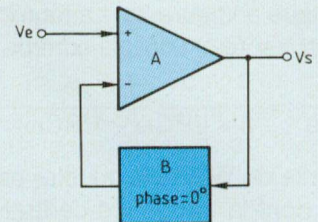
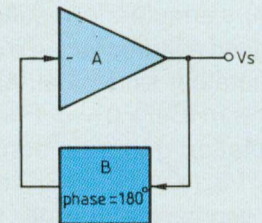

Fig. 8a : Ampli contre-réactionné.
Fig. 8b : Principe de base d'un oscillateur.
Lorsqu'on réalise un amplificateur classique (figure 8a), on associe une cellule d'amplification à fort gain (A) avec une contre-réaction négative (B). De cette façon, on récupère une fraction de  $V_s$  afin de la soustraire à  $V_e$ . Le rôle de (B) est donc de fixer le gain de l'amplificateur par cette opération, tout en stabilisant la chaîne directe. Dans le cas d'un oscillateur, la structure de base est sensiblement identique, comme l'indique le schéma fonctionnel de la figure 8b. On partira donc d'un amplificateur contre-réactionné en lui apportant les deux principales modifications suivantes :